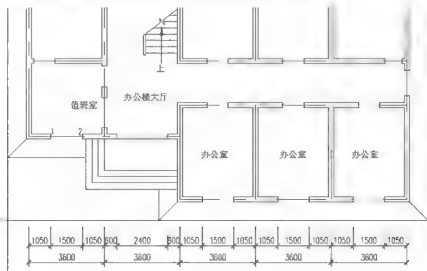

图 3.47 标注出轴线尺寸
② 按 Enter 键结束【连续】标注命令,结果如图 3.47 所示。